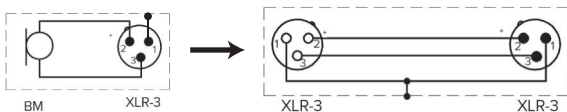

рис. 7
2. Присоедините микрофон к гнезду XLR-3 микшерного пульта или микрофонного усилителя, или блока питания микрофонным кабелем XLR-3 (рис. 7).